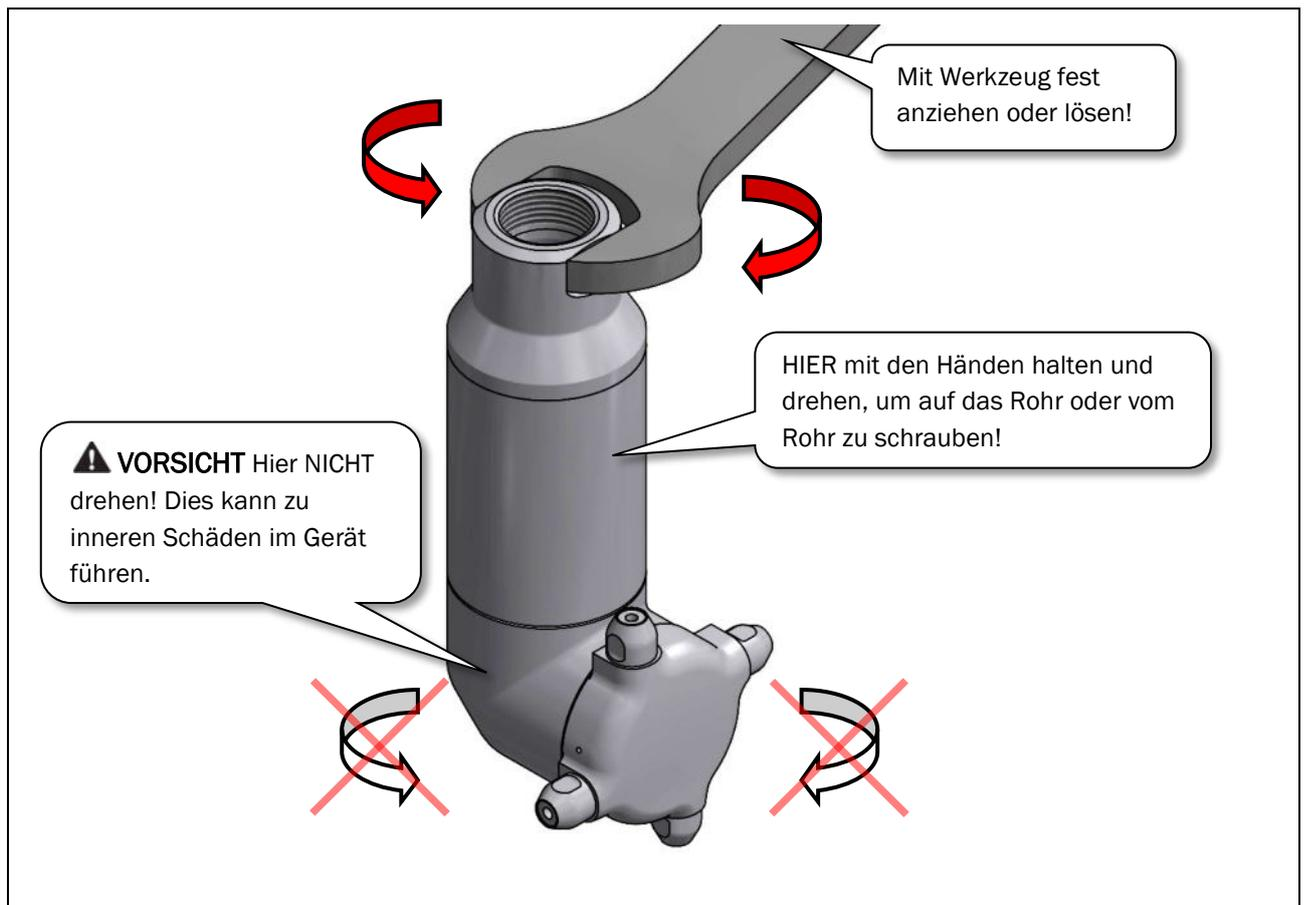

Abbildung 5.2-8: Gewindeanschluss (Beispiel MX125)
- Nur Schlüsselfläche am Anschlussdeckel (O1) zum An- und Abschrauben des Gerätes am Rohr der Medienzufuhr verwenden (siehe Abbildung 5.2-8: Gewindeanschluss \(Beispiel MX125\)).
2. Das Gerät mit den Händen am zylindrischen Gehäuse (02) festhalten und mit dem Innengewinde im Anschlussdeckel (01) auf das Außengewinde am Rohr der Medienzufuhr schrauben.
- Das Anzugsmoment der Gewindeverbindung Anschlussdeckel (01) / Rohr ist abhängig von dem Material des Rohres für die Medienzufuhr.
3. Gewindeverbindung Anschlussdeckel (01) / Rohr wie in Abbildung 5.2-8 dargestellt mit einem Maul- oder verstellbaren Zangenschlüssel fest anziehen.
4. Je nach Betriebsbedingungen und Anforderungen (z. B. Einsatz im Ex-Bereich) die Gewindeverbindung Anschlussdeckel (01) / Rohr zusätzlich gegen selbsttätiges Lösen sichern (z. B. Schweißpunkte, Sicherungsstift oder andere geeignete Maßnahmen).